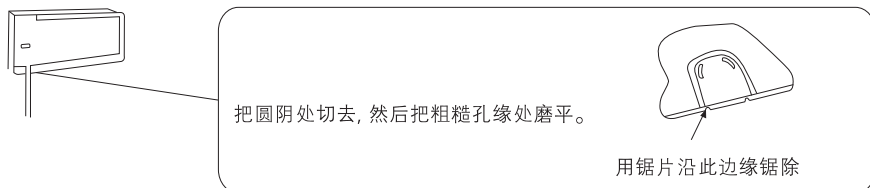

图8
(2) 如铜管是从左边或下边引出时, 应扳去左边的出管板, 或把下盖板上如下图所示部位锯除, 然后把铜管塞进。(图8)